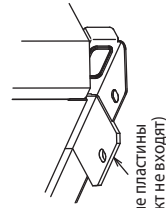

Рис. 3 (без Съемной опоры)
- 4) Если болты крепления закручиваются после установки блока на основание, то используйте крепежные пластины (в комплект не входят). См. рис. 3 и 4.